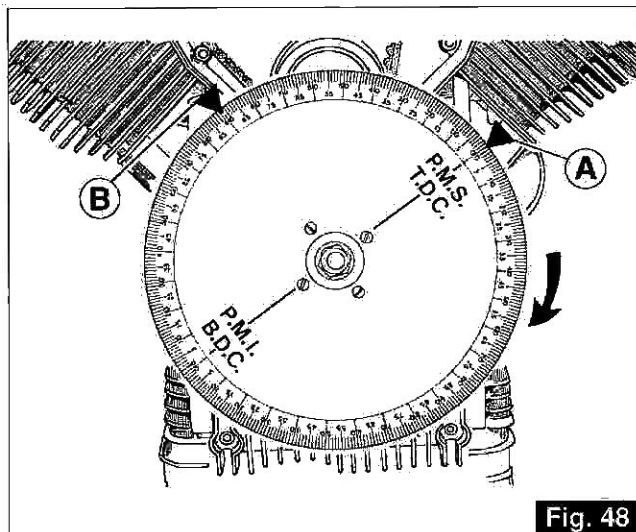

Fig. 48
- Con il disco graduato azzerato rispetto all'indice «A» e il motore nella posizione di P.M.S. (fase di scoppio) del cilindro Sx., applicare un secondo indice «B» nella posizione indicata in fig. 48 (90° dall'indice A).
- With the graduated disk zeroed with respect to the «A» index and the engine in the TDC position (combustion phase) of the left cylinder, fit a second index «B» in the position shown in fig.48 (90° from A index).